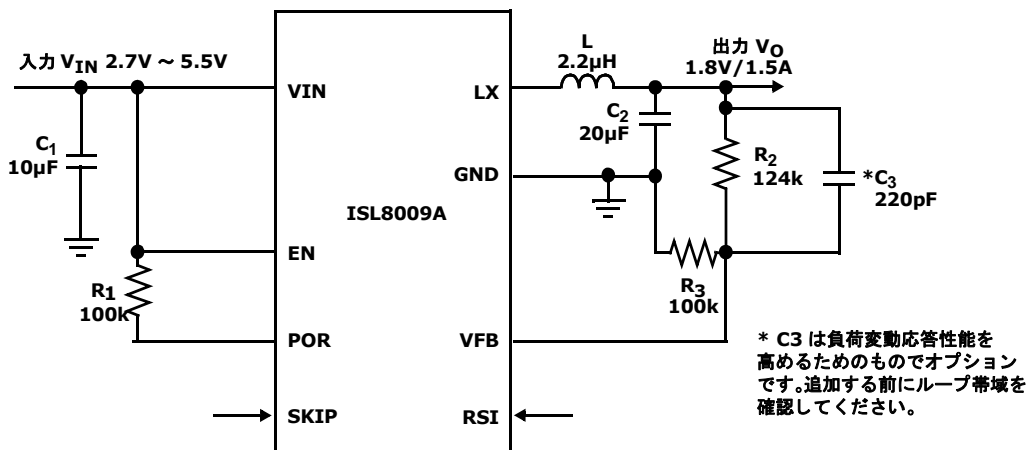

図 24. 代表的なアプリケーション例
出力電圧は図 24 に示すように抵抗 R2 と抵抗 R3 を用いて設定します。出力電圧は式 (2) で求めます。